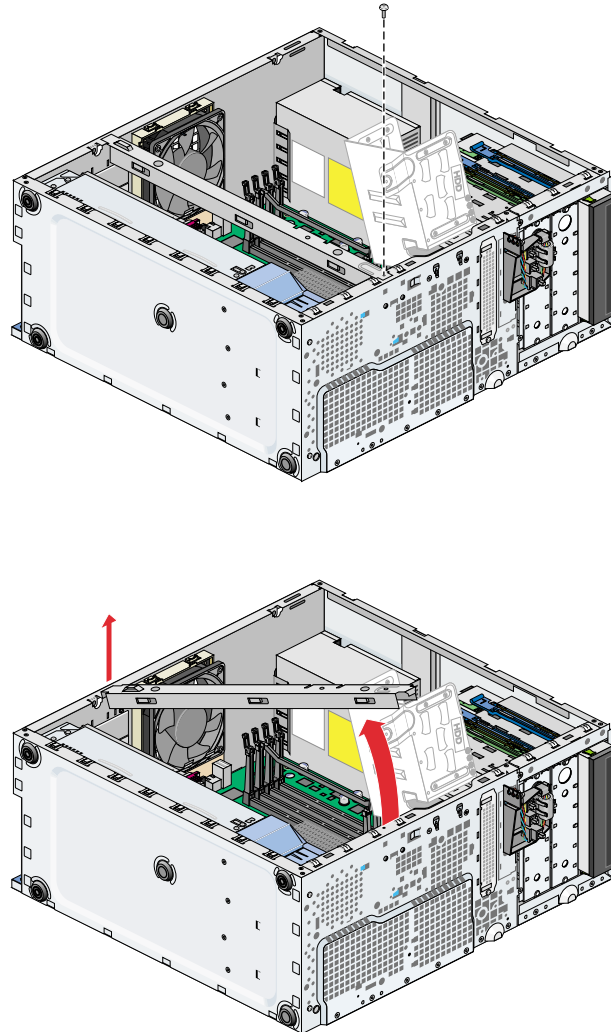

Abbildung 4-43 Entfernen der Gehäusestrebe
4. Entfernen Sie die Schraube, mit der die Gehäusestrebe am Gehäuse befestigt ist. Klappen Sie dann die Gehäusestrebe zur Rückseite des Gehäuses und entfernen Sie sie. Siehe Abbildung 4-43.